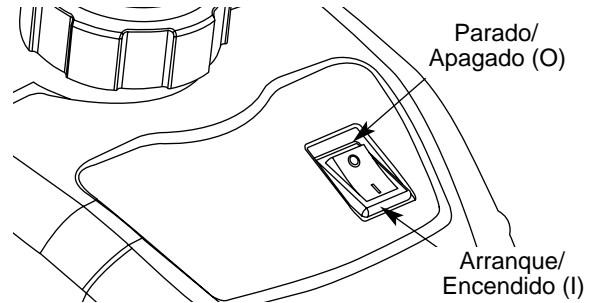

Fig. 6
2. Coloque el control de encendido y apagado en posici—n de ENCENDIDO (I) (Fig. 6).